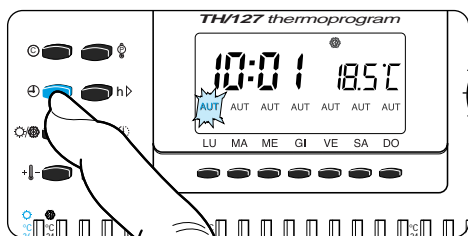

Fig. 16
5.6 - Premere il pulsante \ominus (fig. 16).